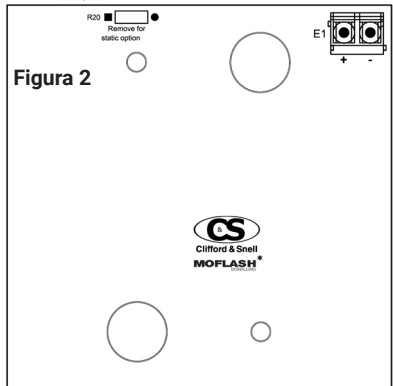

Figura 2
- En la página 3, la Figura 2 muestra la placa PCB para las balizas de 24 vCC y la Figura 4 muestra la placa PCB para las balizas de alta tensión (48v, 115v y 230v CA/CC).